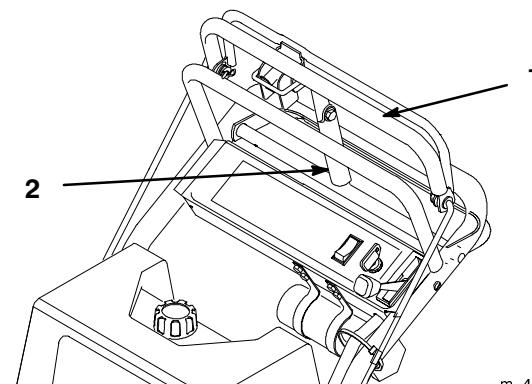

Abbildung 11
1. Den oberen Fahrtriebshebel nach hinten ziehen (Abb. 11) und in dieser Position festhalten.
2. Den Hebel für die Feststellbremse nach oben schwenken (Abb. 11) und den oberen Fahrtriebshebel langsam loslassen. Der Hebel für die Feststellbremse sollte in der eingestellten Position (Sperre) bleiben.
1. Den oberen Fahrtriebshebel nach hinten ziehen (Abb. 11). Die Sperre der Feststellbremse auf gelöste Position herunterlassen.